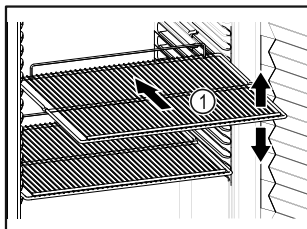

Fig. 52 Simbolična slika
- Če je odlagalna rešetka Fig. 52 (1) premična, jo prilagodite po višini.